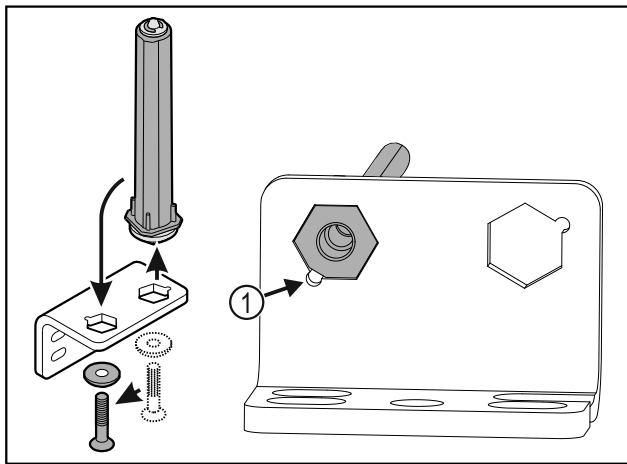

Fig. 25
- ▶ Lors de l'insertion de l'axe, veiller à ce que son chanfrein Fig. 25 (1) soit du côté du trou rond.